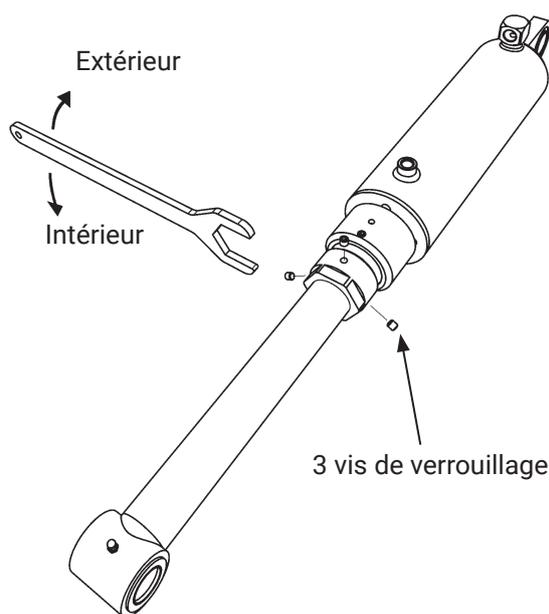

Figure 38. Réglage de l'angle d'inclinaison
3. Desserrer les trois vis de verrouillage sur le vérin monté dans la plate-forme, Figure 38.